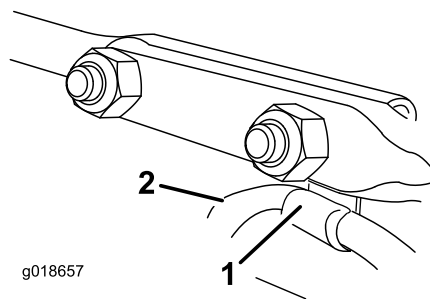

Bild 17
6. Setzen Sie die Kabelklemme, die das Ablenkblechkabel stützt, unter den Kopf der vorderen Schlossschraube auf. Befestigen Sie die Schlossschrauben mit Sicherungsmuttern aus der Tasche mit den lose mitgelieferten Teilen (Bild 17).